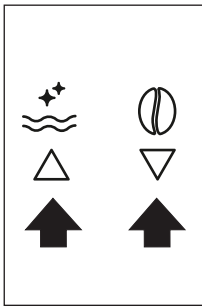

Fig. 9
- Pour régler la langue, utilisez les icônes Δ ∇ (B7 et B8) pour choisir la langue requise (Fig. 9). Quand le message « PRESS OK TO CHOOSE ENGLISH » (APPUYER SUR OK POUR CHOISIR L'ANGLAIS) s'affiche, appuyez sur l'icône \times (B9) (Fig. 10) pendant 3 secondes jusqu'à ce que le message « ENGLISH INSTALLED » (ANGLAIS INSTALLÉ) s'affiche. Si vous réglez la mauvaise langue, suivre les instructions de la section « Réglage de la langue ». Les instructions concernent la version en anglais. Puis suivre les instructions qui s'affichent.